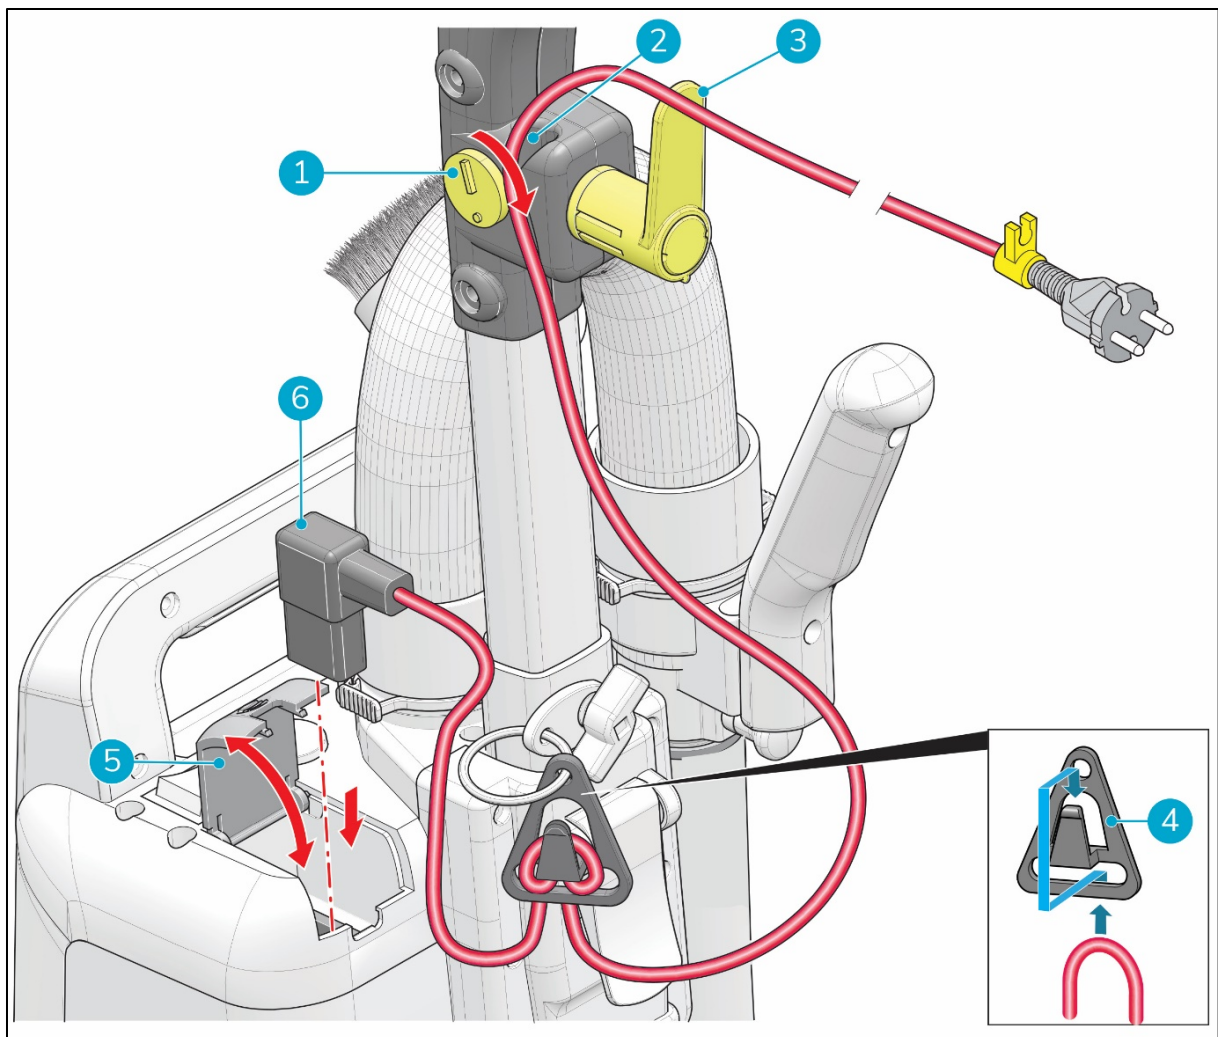

Figura 10
1. Abra a tampa (Figura 10, posição 5).
2. Coloque o conector do cabo de alimentação principal na ranhura (Figura 10, posição 6).
3. Feche a tampa (Figura 10, posição 5).
4. Insira o cabo de alimentação principal no suporte destinado a aliviar a tensão do cabo (Figura 10, posição 4) e fixe o cabo de alimentação principal.
5. Rode o clipe amarelo (Figura 10, posição 1) para o lado, para abrir a conduta do cabo de alimentação (Figura 10, posição 2).
6. Insira o cabo de alimentação principal na conduta do cabo de alimentação (Figura 10, posição 2).
7. Fixe o cabo de alimentação principal com o clipe amarelo (Figura 10, posição 1).
8. Rode o gancho amarelo do cabo de alimentação (Figura 10, posição 3) para a posição vertical.